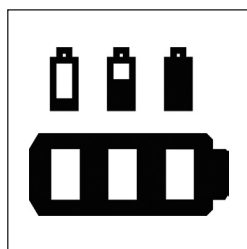

Figura 10 Indicador de batería en el control manual.
- Hay un indicador de batería en el mando manual (Ver la figura 10).